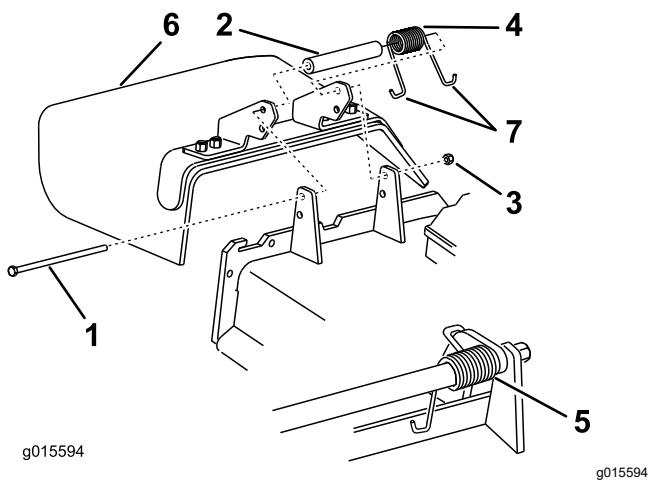

Bild 93
1. Entfernen Sie die Sicherungsmutter, Schraube, Feder und das Distanzstück, mit denen das Ablenkblech an den Drehhalterungen befestigt ist (Bild 93).
Hinweis: Achten Sie darauf, dass ein J-Hakenende der Feder hinter der Mähwerkjkante befestigt ist, bevor Sie die Schraube einsetzen, wie in Bild 93 abgebildet.
6. Führen Sie das J-förmige Hakenende der Feder um das Ablenkblech (Bild 93).